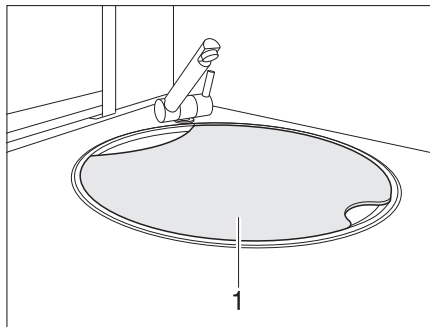

Fig. 10 Cubierta de fregadero
► En caso de un accidente o una frenada de emergencia la cubierta de fregadero (Fig. 10,1) puede causar lesiones a los ocupantes del vehículo. Antes de comenzar el viaje tomar la cubierta de fregadero y guardarla segura en el bloque de cocina o en el armario ropero.